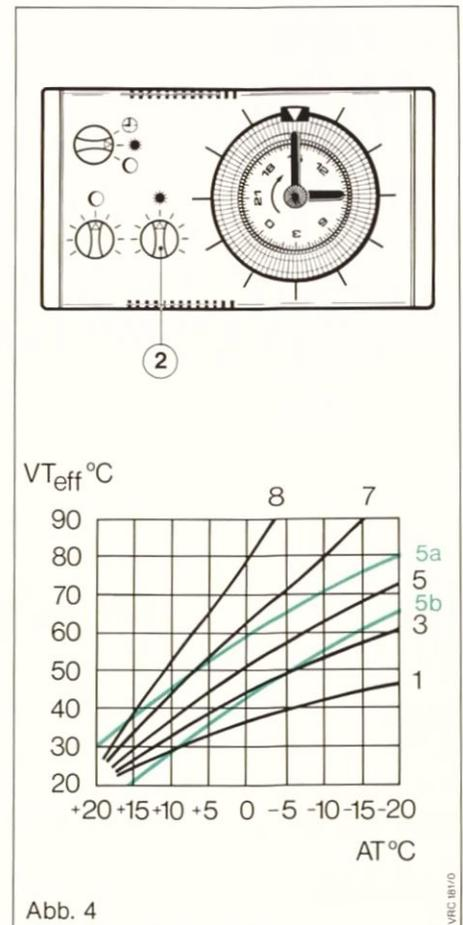

Abb. 4
Die am Centralgerät eingestellte Heizkurve läßt sich — ohne Berücksichtigung der evtl. am Drehknopf ② des Fernbedienungsgerätes (s. Abb. 4) eingestellten Parallelverschiebung — nach unten verschieben. Hierdurch ergeben sich bei jeder Außentemperatur niedrigere Heizungsvorlauftemperaturen und davon abhängig niedrigere Raumtemperaturen.